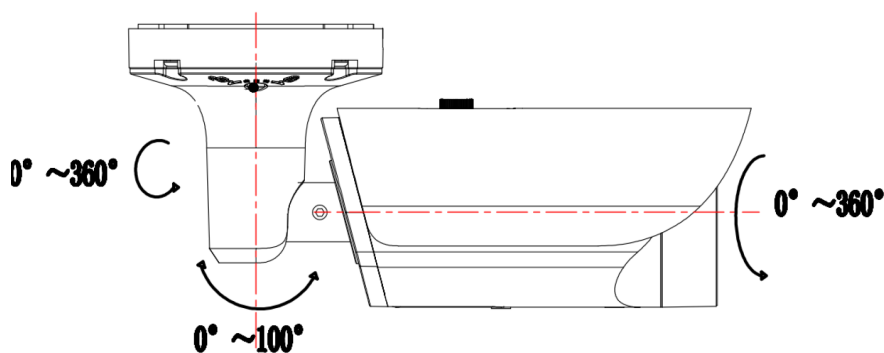

Figura 2
- 4) Regolare l'angolo di visuale, come mostrato nella figura 2